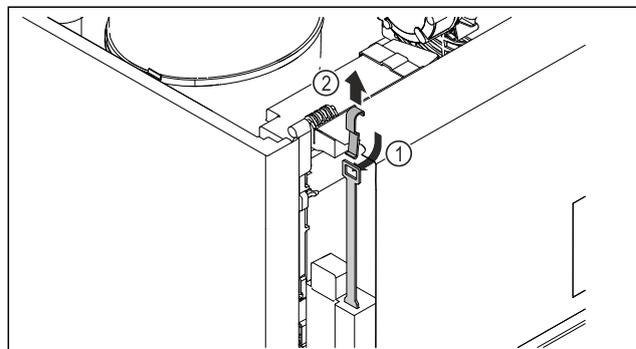

Fig. 211
- Du haut, insérer la clé de déverrouillage d'urgence Fig. 211 (1), l'accrocher au verrou et la tirer vers le haut Fig. 211 (2).